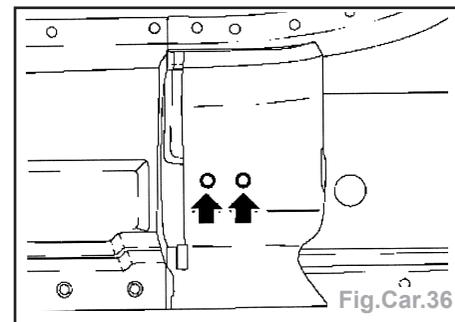

Fig.Car.36
- Fraiser les points de soudage du renfort du montant B (Fig.Car.36).